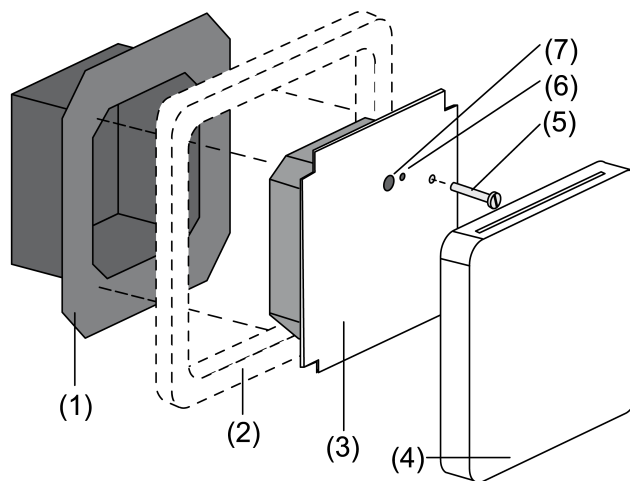
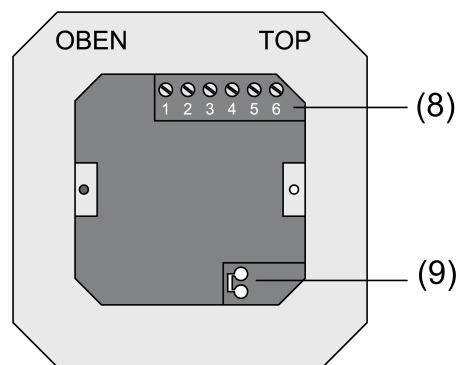
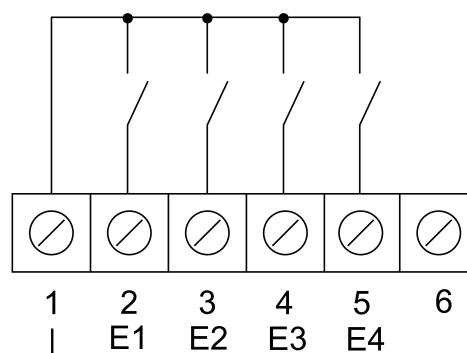
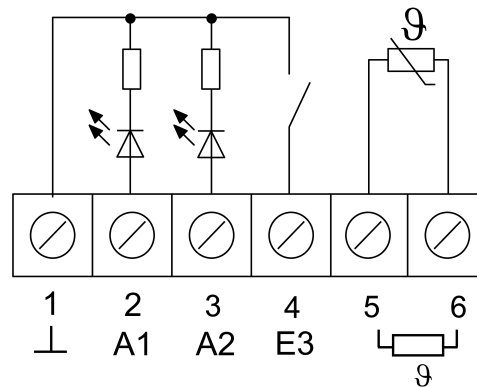

Bild 1
Bild 2
Bild 3
Bild 4
- Klemmen-Einsatz (1) und Elektronik-Aufsatz (3) voneinander trennen (siehe Bild 1).
- Busleitung an die Anschlussklemme (9) im Klemmen-Einsatz einstecken (siehe Bild 2).
- Binäreingänge **E1...E4**: Schließer oder Öffner als Schalter oder Taster an den Klemmen 1 und 2...5 (siehe Bild 3) der Klemmleiste (8) (siehe Bild 2) anschließen.
- Binärausgänge **A1...A2**: LED oder elektronische Relais an den Klemmen 1 und 2, 3 (siehe Bild 4) der Klemmleiste (8) (siehe Bild 2) anschließen.
- Externen Temperaturfühler an den Klemmen 5 und 6 (siehe Bild 4) der Klemmleiste (8) (siehe Bild 2) anschließen.
- Klemmen-Einsatz (1) (siehe Bild 1) in Unterputz-Gerätedose einsetzen. Auf Beschriftung **OBEN / TOP** achten. Der Busanschluss (9) (siehe Bild 2) muss unten rechts liegen.
- Abdeckrahmen (2) auf den Klemmen-Einsatz (1) aufsetzen (siehe Bild 1).
- Elektronik-Aufsatz lagerichtig in den Klemmen-Einsatz einsetzen (siehe Bild 1).
- Abdeckung (4) abnehmen (siehe Bild 1).
- Elektronik-Aufsatz mit Sicherungsschraube (5) befestigen (siehe Bild 1).
- Abdeckung (4) wieder aufsetzen (siehe Bild 1).
- Programmier-Taste (7) drücken (siehe Bild 1).
Programmier-LED (6) leuchtet (siehe Bild 1).
Programmier-LED (6) erlischt (siehe Bild 1).